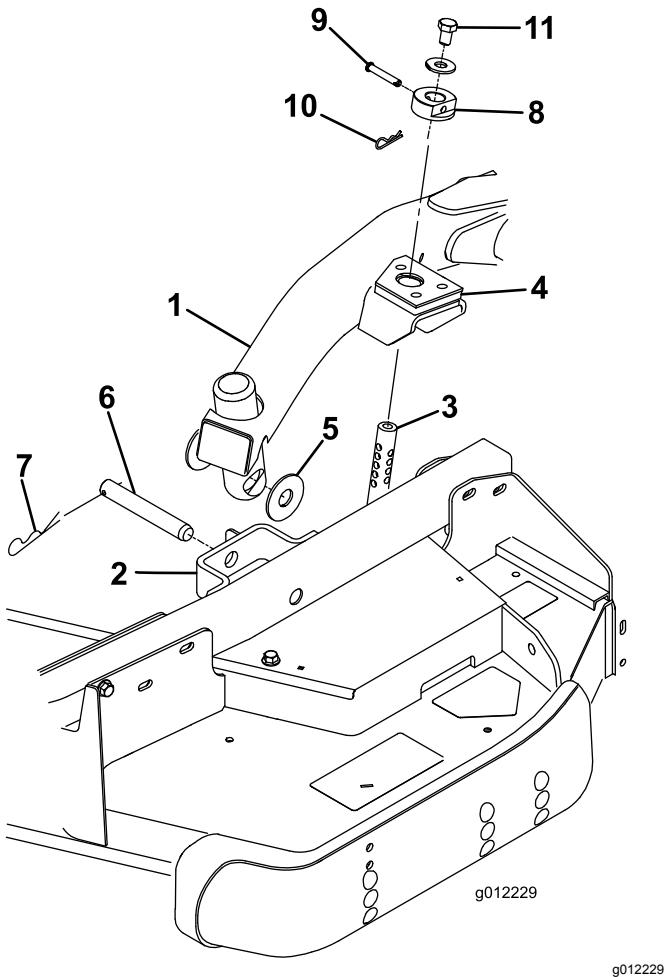

Figure 24
- Placez le levier de levage en position de FLOTTEMENT. Poussez un bras de levage vers le bas jusqu'à ce que les trous soient en face de ceux du support du bras pivotant et qu'il soit possible d'insérer la tige de réglage de hauteur de coupe dans les patins du bras de levage (Figure 24).
- Fixez le bras de levage au bras pivotant avec 2 rondelles de butée, un axe de chape et une goupille fendue. Placez les rondelles de butée entre le bras de levage et le support de bras pivotant (Figure 24) et insérez l'extrémité de la goupille fendue dans la fente de la patte du bras pivotant pour retenir la goupille fendue.
fixez-les avec les axes de chape et les goupilles fendues (Figure 24).
- Montez un boulon (1/2" x 3/4") et une rondelle au sommet de chaque tige de réglage de hauteur de coupe (Figure 24).